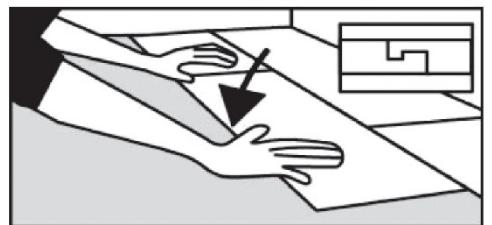

Abbildung 4
12. Lassen Sie die kurze Seite der Diele nach unten klappen, bis Nut und Feder an Seite und Stirn zusammenschließen (Abbildung 4).